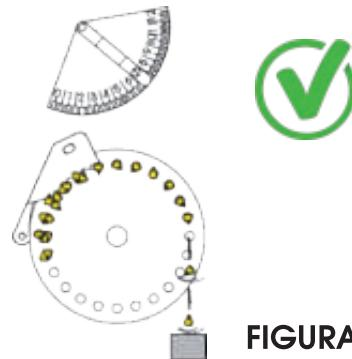

FIGURA No. 23
3. Se observa que cada orificio del disco de siembra arrastra una sola semilla (**Figura No. 23**).